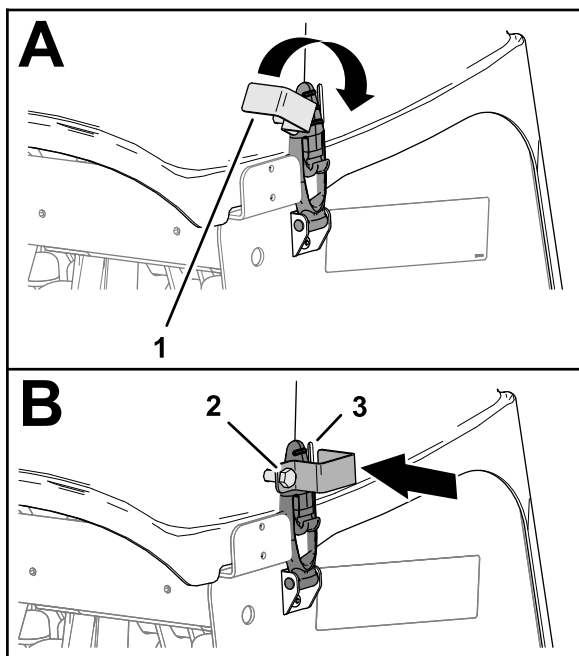

Figura 143
3. Dacă maina dumneavoastră dispune de elemente de blocare CE, rotiți placa de blocare până când se aliniază cu fanta din partea laterală a capacului capului de carotaj (Figura 143).
4. Strângeți urubul plăcii de blocare (Figura 143).